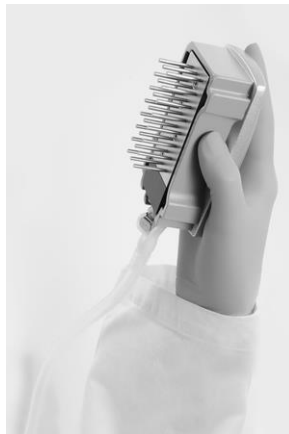

Bild 3. Bilden visar vakuumverktyget i mer än 90° lodrät lutning.
9. Lyft upp vakuumverktyget och luta det bakåt, mer än 90° lodrät lutning, i 5 sekunder så att vätskan rinner av filterproberna (bild 3).
14. Lyft upp vakuumverktyget och luta det bakåt, mer än 90° lodrät lutning, i 5 sekunder så att vätskan rinner av filterproberna (bild 3).
- 15. Stäng verktygets vakuumbrytare (Off) och placera vakuumverktyget i parkeringsposition (P).**